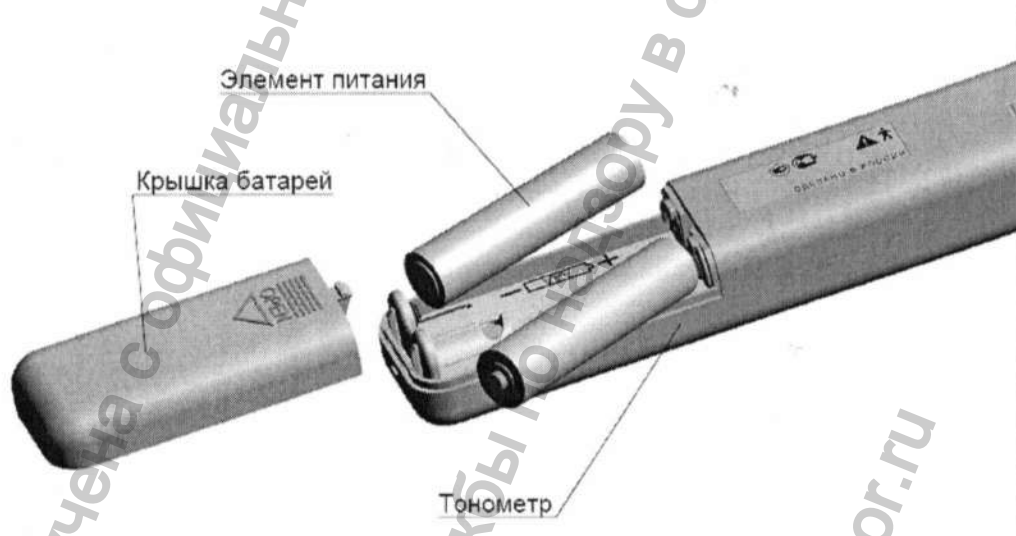

Рисунок 2 – Установка элементов питания
5.1.1 Установка элементов питания (рисунок 2) производится следующим образом: